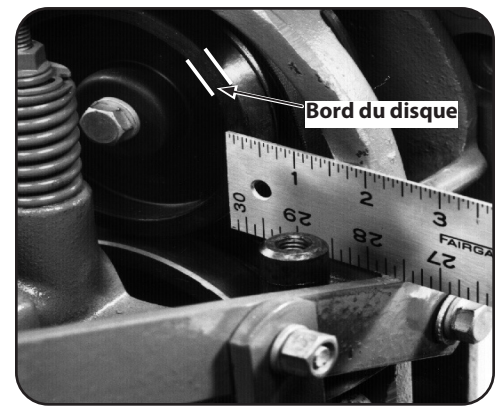

Figure 5-18
1. Mesurez la largeur du bord extérieur du disque comme montré à la Figure 5-18. Remplacez le disque avant que le bord en caoutchouc ne présente une usure d'une épaisseur de 1/8 po ou moins. Si le disque n'est pas changé, l'acier sous le caoutchouc risque d'endommager la poulie de transmission.